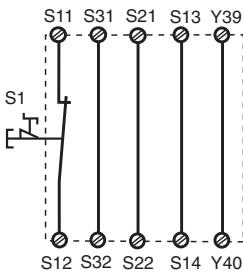
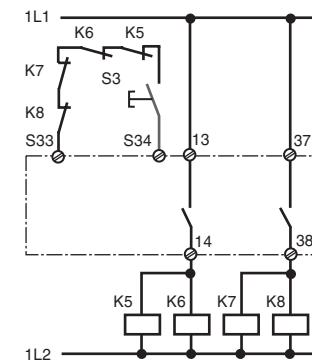

Fig. 2: Circuito de entrada monocanal, automático. rearme/Circuito di entrata monocanale, start automat./Eenkanalig ingangscircuit, automatische start
Fig. 10: como la Fig. 9 con rearme supervisado/como fig. 9 con start controllato/Zoals fig. 9 met bewaakte start
En las fig. 2... a fig. 10 se presentan ejemplos de conexión posibles; paro de emergencia. Los cortocircuitos a través del paro de emergencia también son detectados. Por favor tenga en cuenta:
- Fig. 2 y 7: S33-S34 **no** conectado Tenga en cuenta: En caso de caída de tensión y rearranque, el dispositivo se inicia automáticamente. Evite un arranque intempestivo mediante un cableado externo adecuado.
In fig. 2 ... fig. 10 sono riportati degli esempi di collegamento per il cablaggio di arresto d'emergenza con start automatico e manuale, per il comando delle porte di sicurezza, nonché per la moltiplicazione dei contatti mediante relè esterni.
- Fig. 2 e 7: **nessun** collegamento S33-S34 Nota: il dispositivo si avvia automaticamente dopo la caduta ed il ritorno dell'alimentazione. Occorre prevenire un riavvio inatteso usando circuiti esterni di misura.
In fig. 2 ... 10 worden aansluitvoorbeelden gegeven van noodstopschakelingen met automatische en bewaakte start, hekbewakingen en contactvermeerdering d.m.v. externe magneetschakelaars.
- Fig. 2 en 7: **geen** verbinding S33-S34